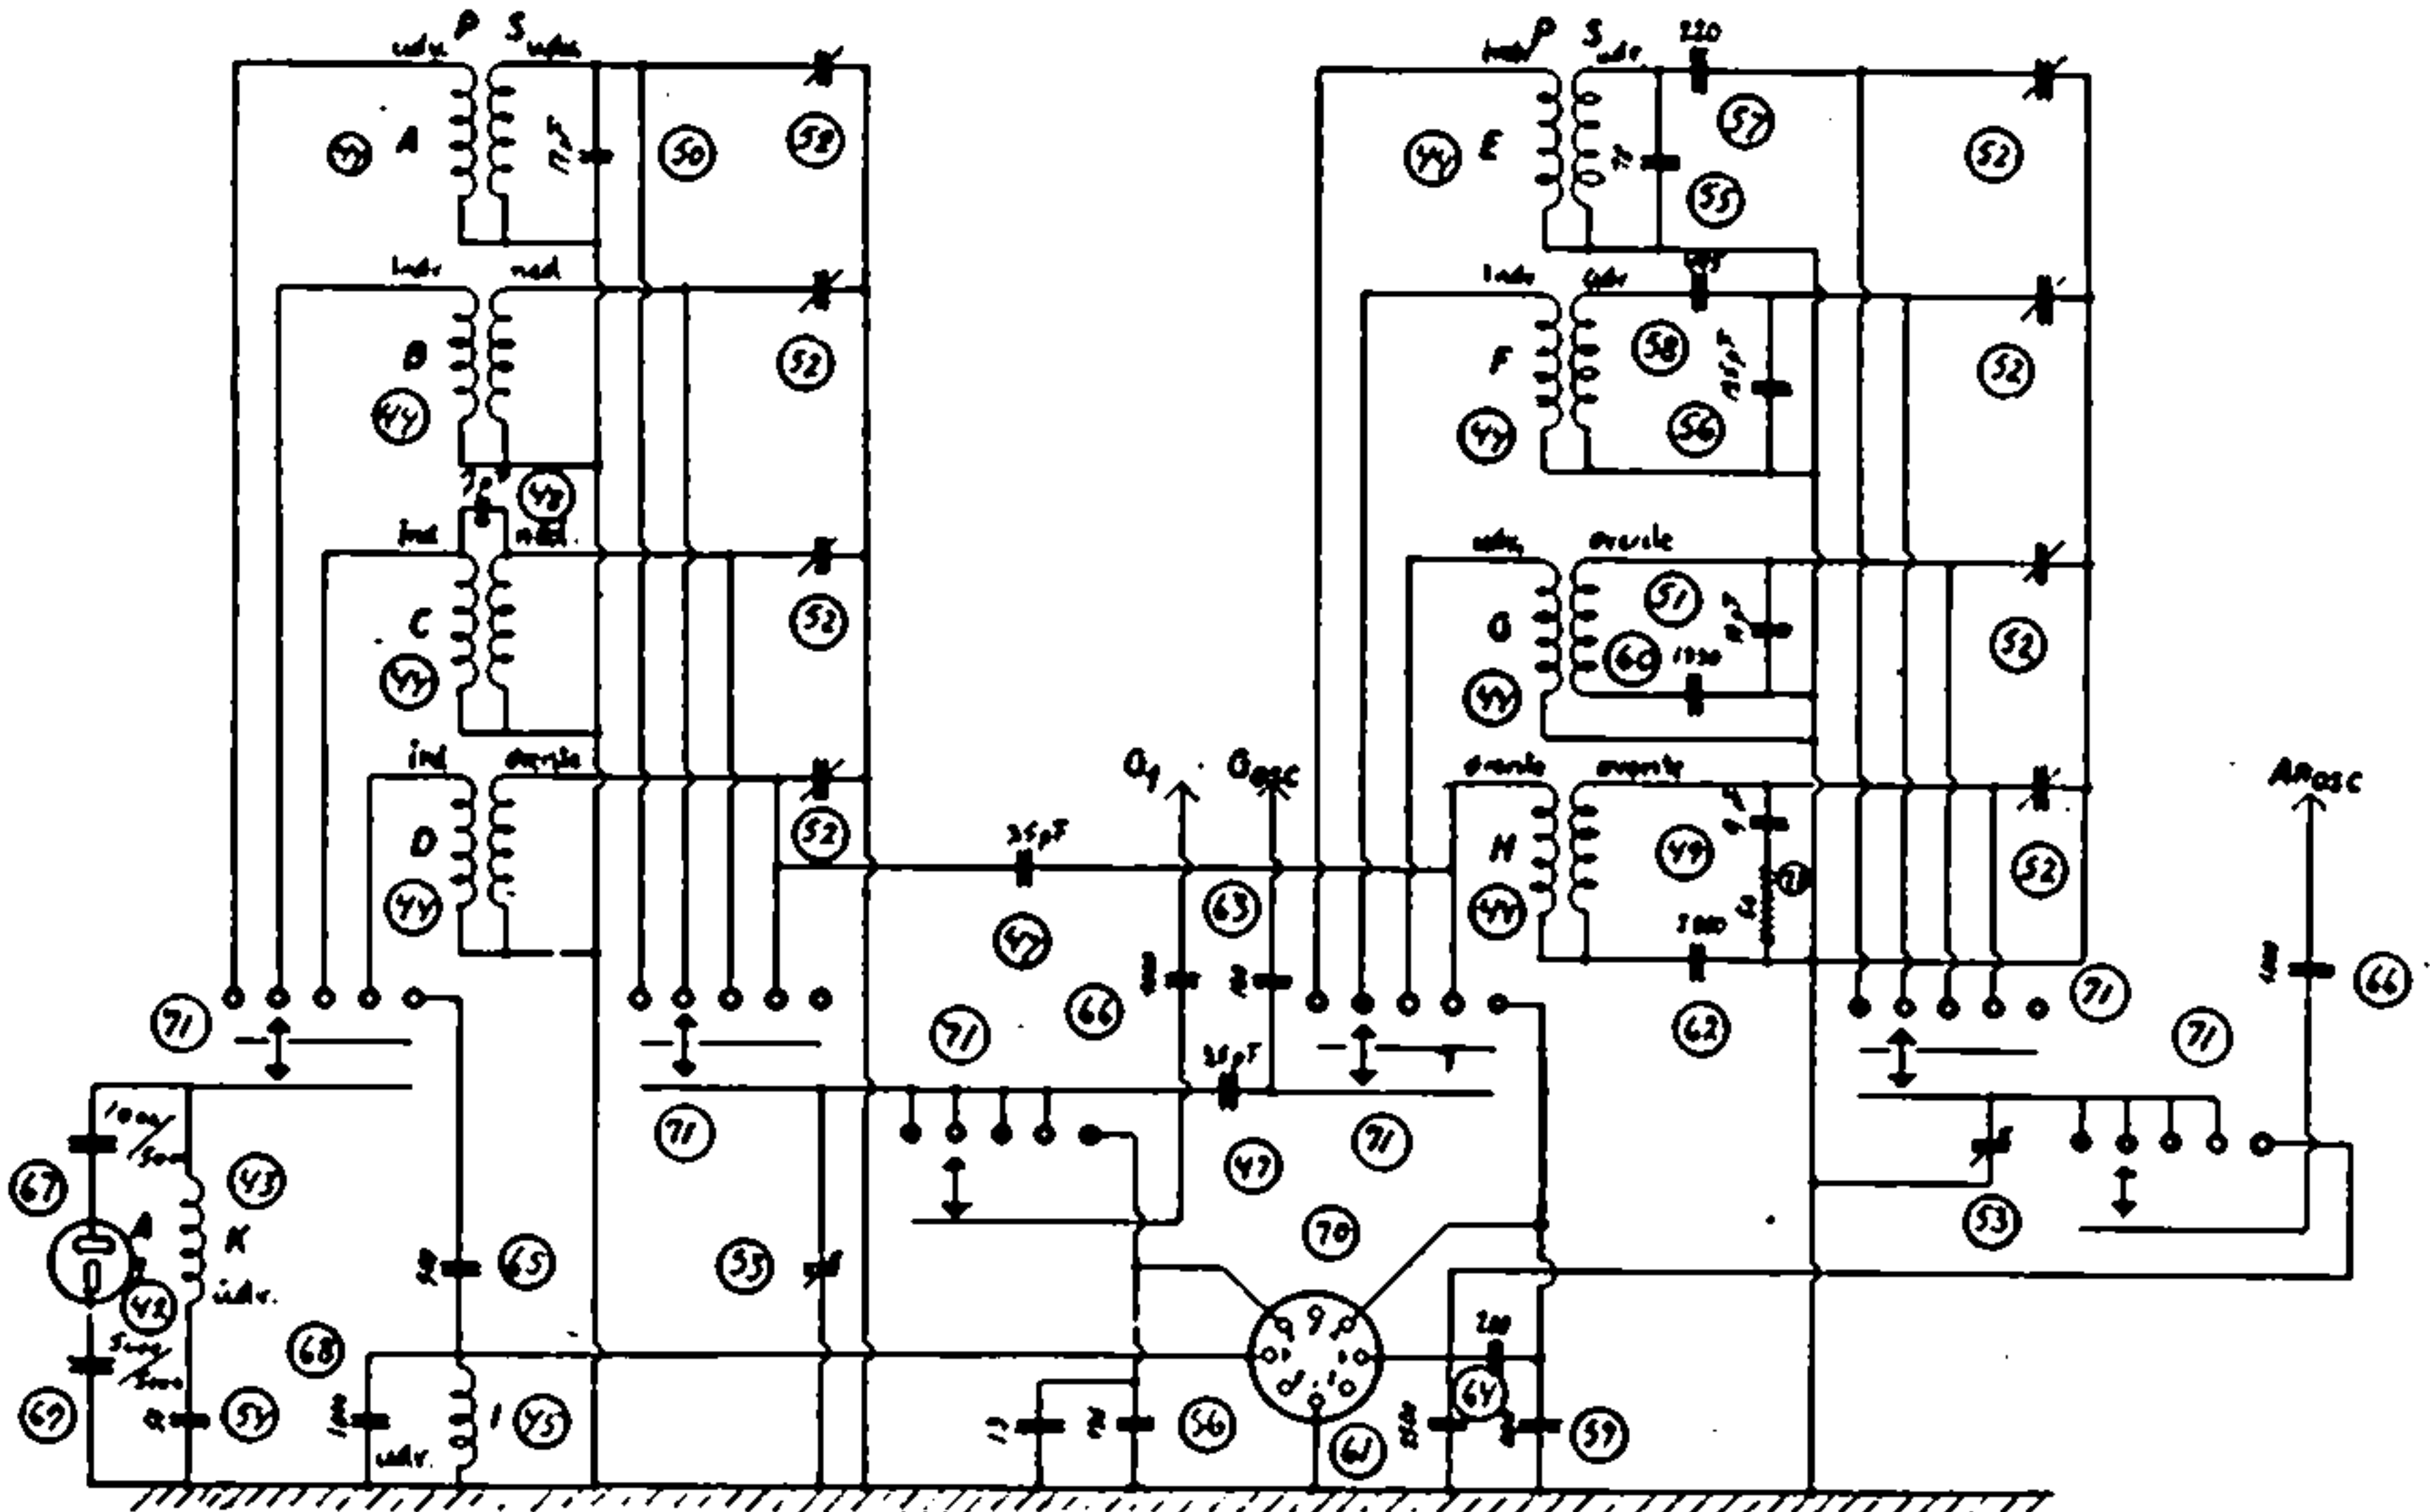

Fig. 2
To Mellemfrekvensbaandfiltre justerbare med Jernkerner. Endvidere en Forkreds og en Oscillatorkreds — det saakaldte Radiohjerter (Fig. 2).
Antennen er kapacitivt koblet til T.K.-Antennespolen, og Spændingsdelingen sker over Antennekapaciteten paa ca. 200 pF. og Kondensatoren (68) — se Fig. 2 — paa 1000 pF.
Denne Spænding opstaaer — som det ses af Diagrammet for Hjertet, Fig. 2 — mellem Stel og Gitter paa CCH2, koblet gennem Gitterkondensatoren (66) paa 1000 pF.